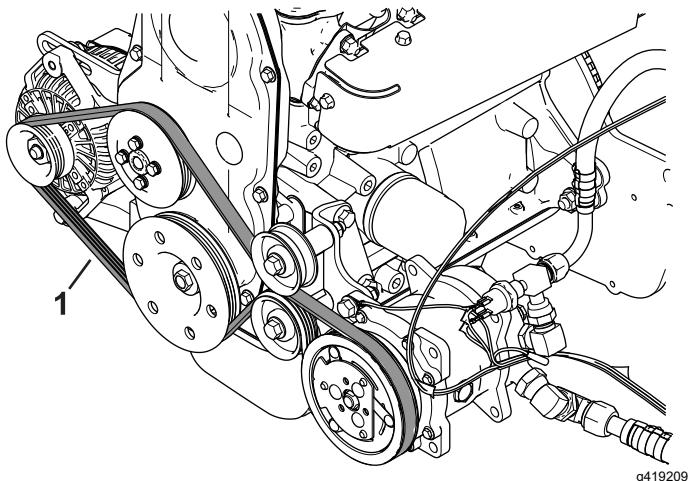

Bild 37
9. Bringen Sie den Riemen am Kompressor, den Spannscheiben, dem Motor und der Lichtmaschine an (Bild 35 und Bild 37).